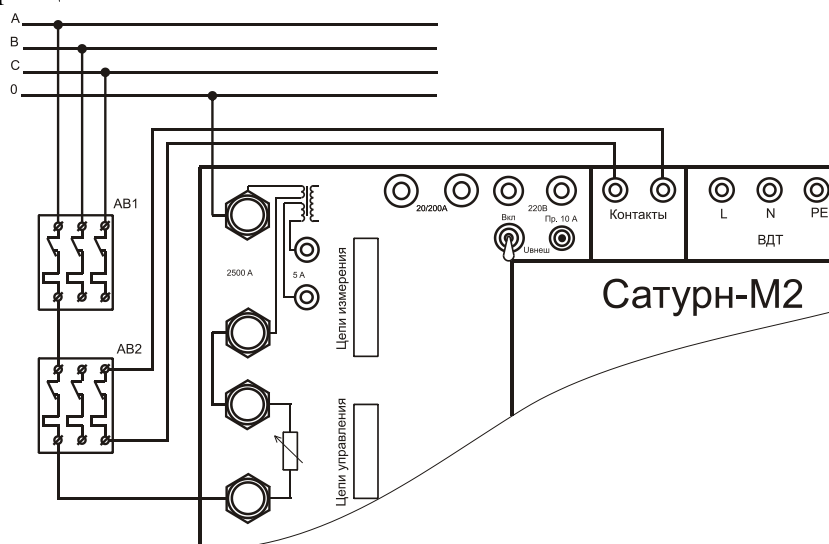
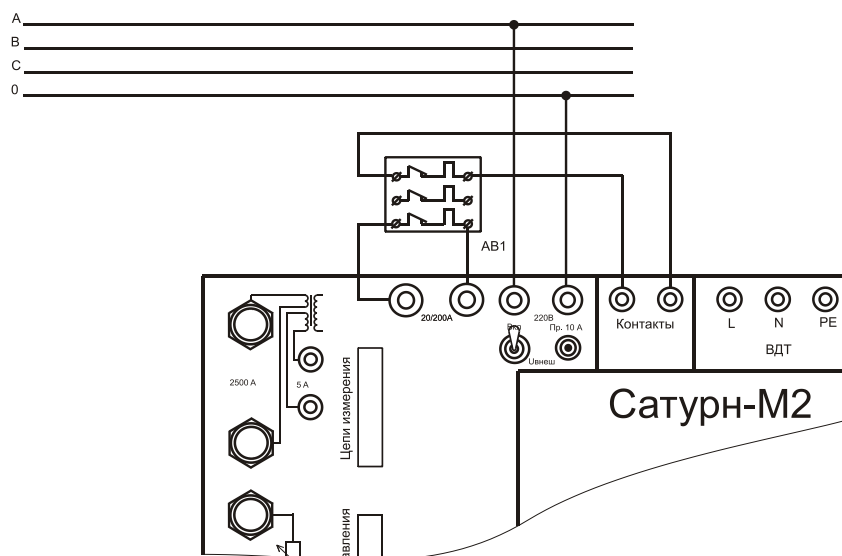

Рисунок 3 – Схема подключения устройства «Сатурн-М2» при проверке АВ на номинальные токи до 200 А
Рисунок 4 – Схема подключения устройства «Сатурн-М2» при проверке АВ на номинальные токи до 20 А
Для проверки автоматических выключателей с помощью устройства «Сатурн-М2» необходимо собрать схему, показанную на рис. 4, при проверке автоматов на номинальный ток до 20 А; или схему, показанную на рис. 3, при проверке автоматов на номинальный ток до 200 А. При проверке автоматов по схеме рис. 4 необходимо включить тумблер «Увнеш».
**Внимание!** При включенном тумблере «Увнеш» (при проверке автоматов по схеме рис. 4) шпильки силового выхода канала 1 находятся под напряжением, поданным на клеммы «~220В». Соединительные провода и перемычка должны быть отсоединены от шпилек, а защитная крышка, закрывающая шпильки, опущена!
При проверке автоматов по схеме рис. 3 необходимо отключить тумблер «Увнеш» и отсоединить все провода от клемм «20/200А» и «~220В», т.к. они могут находиться под напряжением, подаваемым на шпильки силового выхода.
8.4.1.11 При попытке запуска режима при отключенном автомате (см. рис. 3), или при выключенном тумблере «Увнеш» (см. рис. 4) режим не запускается, а на индикатор выводится сообщение об отсутствии напряжения «Отсутствует Uвх».